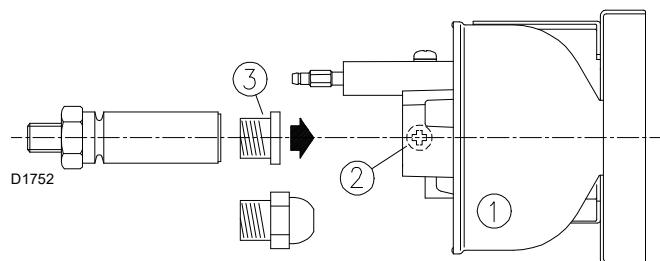

Abb. 12
- Die Schraube 2)(Abb. 12) lockern und die Flammenstabilisierungsgruppe 1) herausziehen, die Plastikstopfen 3) entfernen und die Düse montieren: keine Dichtzusätze verwenden: Dichtungen, Band oder Dichtmasse.